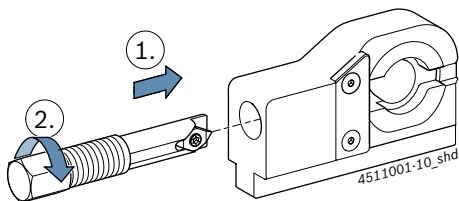

Fig. 11: Pritrjevanje vretena
4. Vreteno potisnite v orodje za demontažo kot kaže Fig. 11 in ga uvijte.